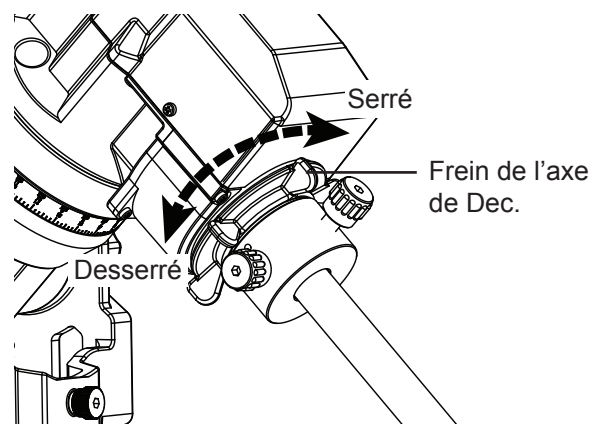

Fig. 2.1b
1. Pour tourner manuellement l'axe d'A.D., desserrez le frein de l'axe d'A.D. (Fig. 2.1b).
2. Pour tourner manuellement l'axe de Dec., desserrez le frein de l'axe de Dec. (Fig. 2.1b).